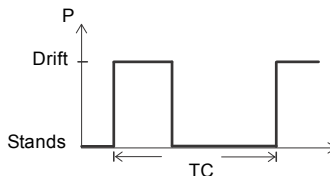

Fig. 10 S3-drift
S3-drift består af en række identiske driftscykluser (TC) med konstant belastning i en periode. Der opnås ikke termisk ligevægt under cyklus-sen. Se fig. 10.